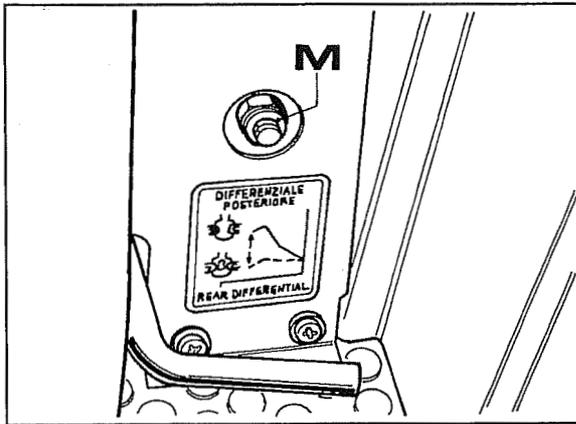

Abb. 1
- 1 Bei aufgebockten Hinterrädern die Stellmutter der Bremsen **M** Abb. 1 anziehen, bis das entsprechende Rad blockiert ist, die Mutter dann um eine halbe Umdrehung losschrauben und prüfen, ob das Rad sich frei bewegen kann. Den Vorgang auf dem anderen Rad wiederholen.